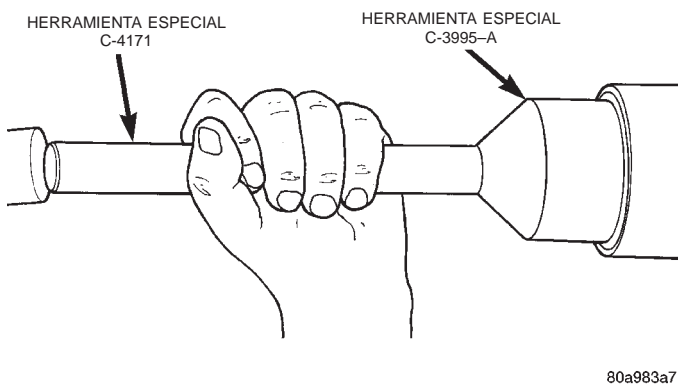

Fig. 24 Instalación de la junta del retenedor de cojinete trasero
- (1) Alinee el orificio de lubricación con la muesca de lubricación en el retenedor de cojinete trasero.
- (2) Golpee el casquillo en su lugar con el instalador 6951 y el Mando C-4171.
- (3) Instale una junta de aceite nueva en el retenedor utilizando el instalador de juntas C-3995-A (Fig. 24).